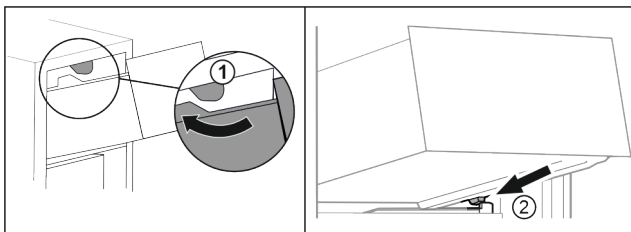

Fig. 65
- ▶ Duceți sertarul în jurul opritoarelor superioare. Fig. 65 (1)
- ▶ Așezați sertarul oblic în spatele opritoarelor inferioare pe nervura recipientului. Fig. 65 (2)